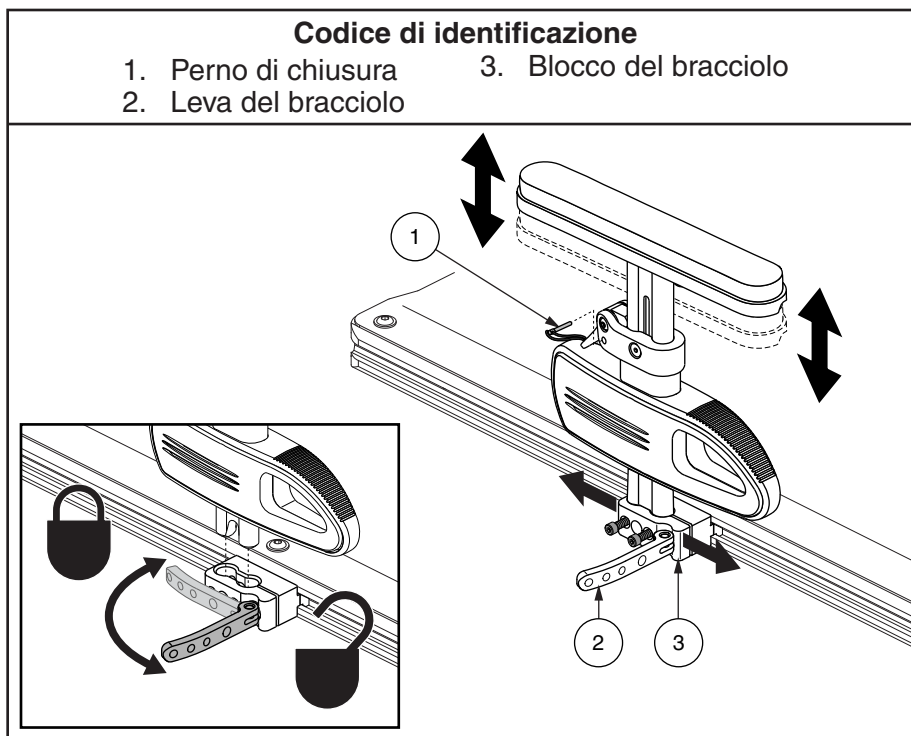

Figura 15. Rimozione/Installazione dei braccioli pediatrici regolabili in altezza
1. Posizionare l'assemblaggio bracciolo all'interno del blocco del bracciolo. **Vedi figura 15.**
1. Se presente, rimuovere il perno di chiusura opzionale. **Vedi figura 15.**